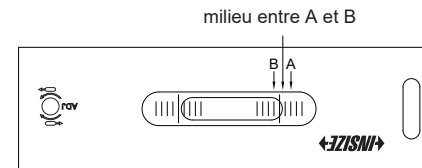

Fig.5
e) Si $A-B \leq 1/2$, le niveau peut être utilisé. Si $A-B > 1/2$ (dans l'exemple ci-dessus, $A-B=3$), tourner légèrement la vis de réglage jusqu'à ce que la bulle se déplace au milieu entre A et B (Fig.5).